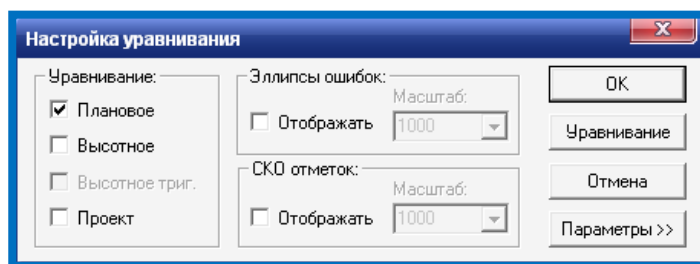

Рисунок 37 – Выбор нужных элементов для схемы
3. Оставляем на схеме нужные элементы чертежа. В Д/О **Настройка уравнивания** в группе **Уравнивание** оставляем только – **Плановое**, отключаем **Эллипсы ошибок**, (Рис.37).